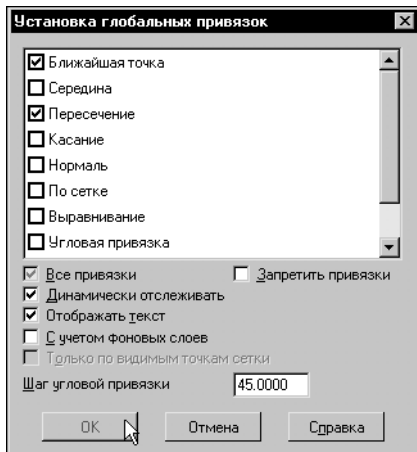

Рис. 51.7. Установка глобальных привязок
6.3. В появившемся диалоге **Установка глобальных привязок** (рис. 51.7) проверьте и при необходимости активизируйте привязки **Ближайшая точка** и **Пересечение**. Нажмите кнопку **ОК**, чтобы закрыть диалог.